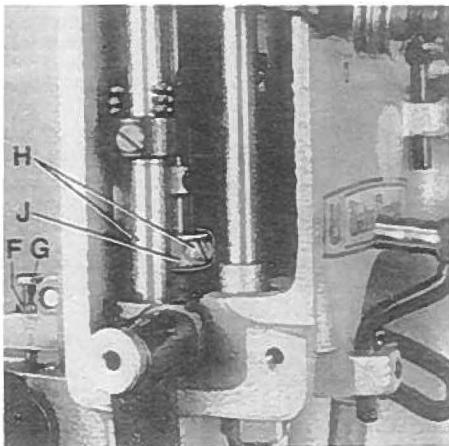

Fig.22
For setting the small gap between the feed dogs loosen nut (F, Fig. 22). Turning in screw (G) increases the gap, turning it out decreases the gap. Retighten nut (F).
For adjustment loosen the two screws (H, Fig. 22) and raise the supporting yoke (J) when the upper feed dog should lift more, or lower it when it should lift less. Retighten screws (H).
Zum Einstellen des Luftspalts zwischen den Transporteuren lösen Sie die Mutter (F, Fig. 22). Eindrehen der Schraube (G) vergrößert den Luftspalt, herausdrehen verkleinert ihn. Ziehen Sie die Mutter (F) wieder an.
Zum Einstellen lösen Sie die beiden Schrauben (H, Fig. 22) und stellen das Stützlager (J) höher, wenn der Obertransporteur mehr oder tiefer, wenn er weniger abheben soll. Ziehen Sie die Schrauben (H) wieder an.